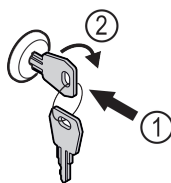

Fig. 114 Примерное изображение
- ▶ Вставьте ключ Fig. 114 (1).
- ▶ Поверните ключ на 90° по часовой стрелке Fig. 114 (2).